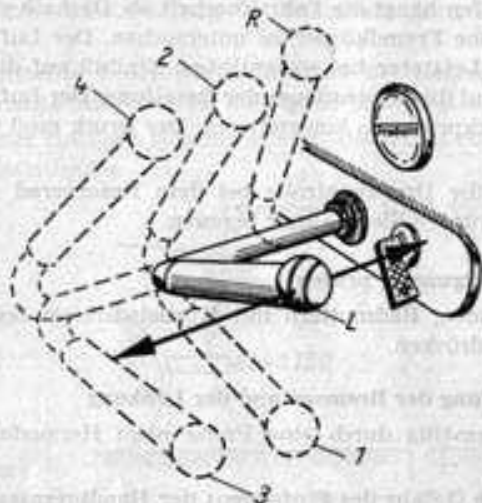

Bild 47. Schalthebelstellungen für die verschiedenen Gänge (L = Leerlaufstellung)
Die Schalthebelstellungen für die einzelnen Gänge sind aus Bild 47 zu erkennen. Der Schalthebel steht also in Leerlaufstellung, wenn sich dieser in Fahrzeuginnenrichtung hin- und herschieben läßt.
1. Gang einschalten (siehe Schalthebelstellungen auf Bild 47).
Wie aus Bild 47 ersichtlich, liegt der Rückwärtsgang vorn links. Zum Einschalten des Rückwärtsganges ist also der Schalthebel ganz nach vorne zu schieben, wobei eine spürbare Arretierung überbrückt werden muß. Erst dann kann der Rückwärtsgang nach links oben eingeschaltet werden.